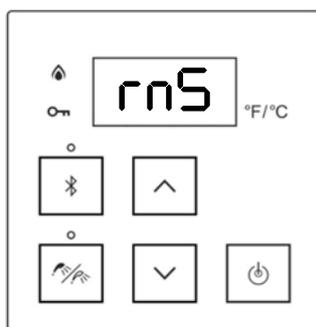

Figure 82
14. Après 60 minutes de rinçage, l'écran affiche « rn5 » (rinçage) (figure 82) et un bip se fait entendre.